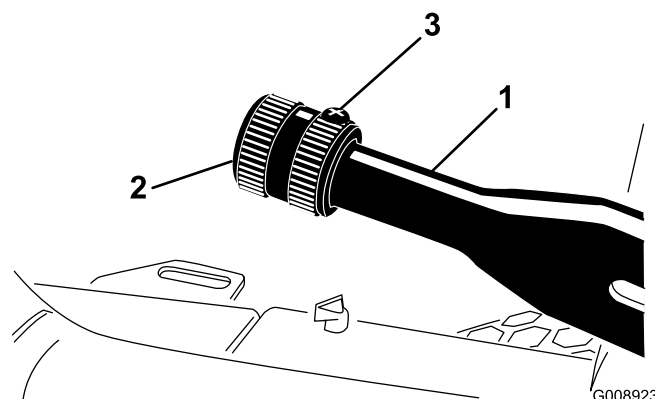

Figura 58
1. Afloje el tornillo de fijación que sujeta el pomo a la palanca del freno de estacionamiento (Figura 58).